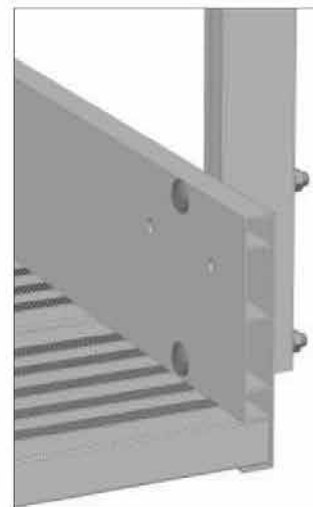

fig. 2
- Fissare il montante ① tramite la bulloneria ② in dotazione mantenendo il bullone con testa bombata all'interno del cosciale (fig.2)
- applicare il tappo in plastica ③ alla sommità del montante utilizzando una mazzetta in gomma